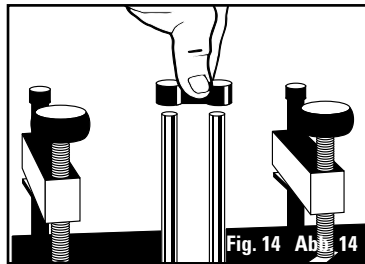

Fig. 14 Abb. 14
1. Retirer les entretoises en plastic des tiges (Fig. 14).
1. Quite los casquillos plásticos espaciadores de las barras (Fig. 14).
1. Entfernen Sie die Kunststoff-Abstandhalterkappen von den Stangen (Abb. 14).